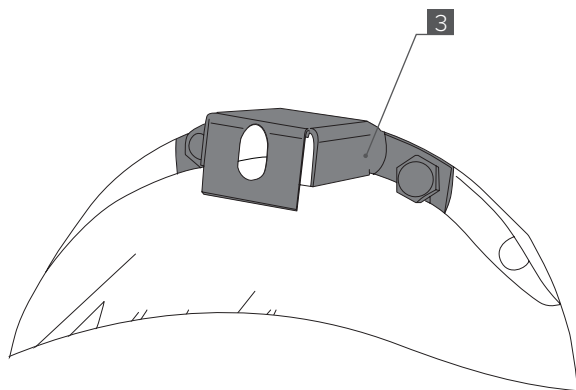

Рис. 11
2. Установите защитный кожух штуцера ввода воздуха в мост **[3]** под два верхних болта крепления крышки к картеру (**Рис. 11**).